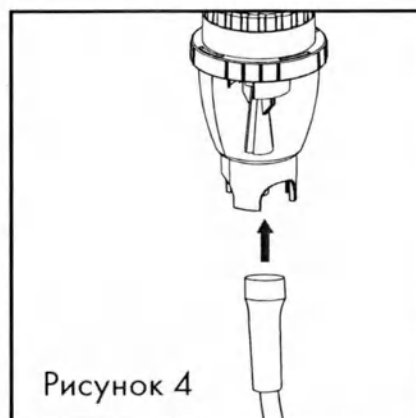

Рисунок 4
- Другой наконечник трубки соединительной подсоедините к нижней части ёмкости для лекарства (рисунок 4).